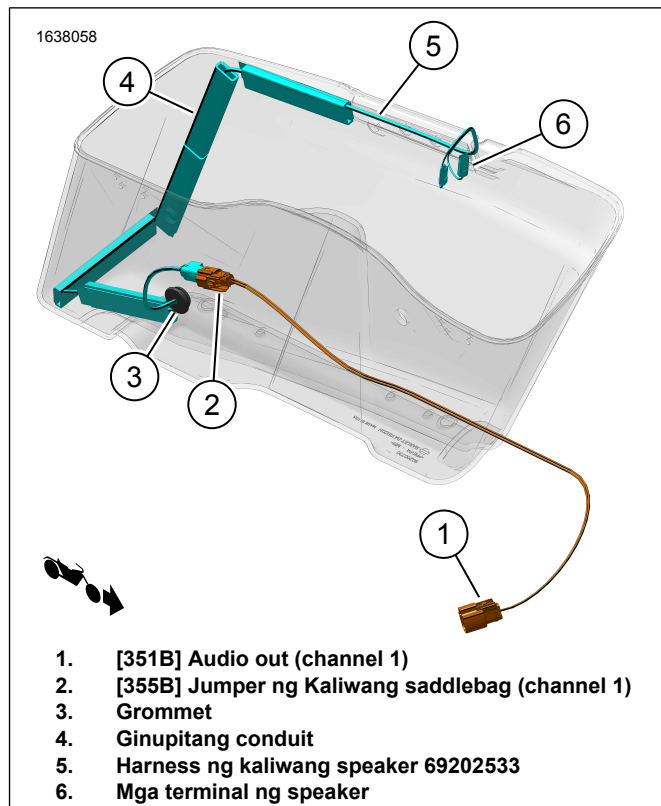
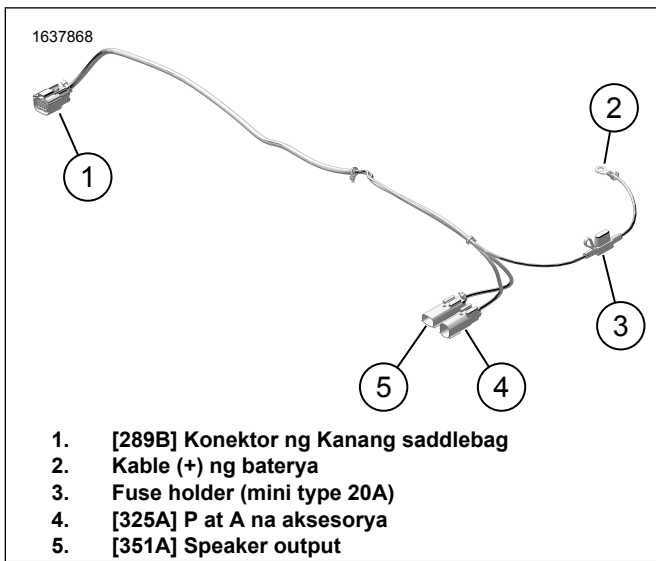
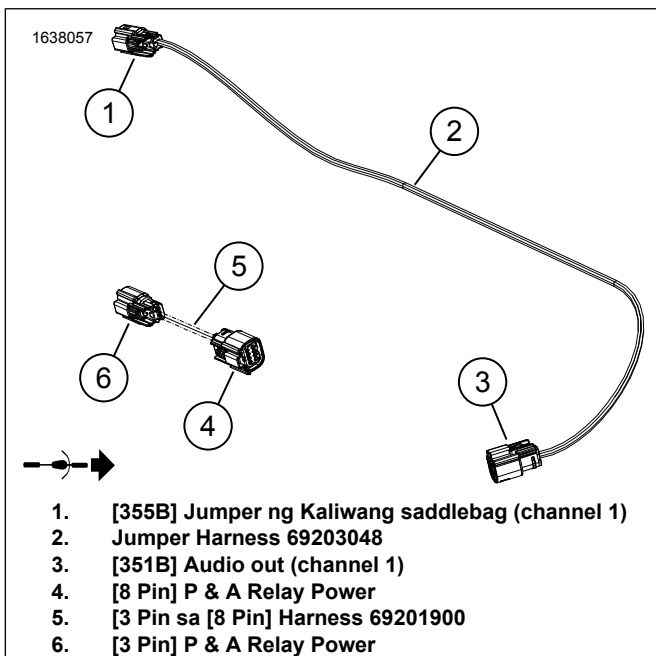

Figure 4. Mga Pagruruta ng Harness ng Kaliwang Saddlebag
Figure 15. Panlabas na Harness 69202870
Figure 16. Mga Jumper Harness
12. Figure 4 Ikabit ang harness ng kaliwang speaker.
- b. Figure 4 Iruta ang wire harness (5) tulad ng ipinapakita.
1. Figure 15 Ikonekta ang kable (+) ng baterya (2) sa terminal ng (+) baterya. Tingnan ang manwal ng serbisyo.
- a. Figure 15 Iruta ang [325A] (4) sa kaliwang panig ng frame ng sasakyan.
- b. Figure 16 Ikonekta ang [3-Pin] (6) ng jumper harness (5) sa [325A] (4) ng panlabas na harness 69202870. Figure 15
- a. Iruta ang [325A] (4) sa kanang panig ng frame ng sasakyan.
- b. Figure 15 Ikonekta ang [325A] sa P at A na konektor ng sasakyan [325B]. Matatagpuan sa ilalim na bahagi ng kanang takip sa gilid.
4. Figure 15 Iruta ang sanga [289B] (1) ng panlabas na harness sa kahabaan ng frame at fender strut support. Gamit ang mga strap ng kable, maluwag na ikabit ang harness sa mga anchor point. Huwag higpitan ang cable straps.
8. Figure 16 Iruta at ikabit ang jumper harness 69203048 (2).
- a. Figure 16 Ikonekta ang [355B] (1) ng jumper harness (2) sa harness ng kaliwang saddlebag na speaker (5). Figure 4
- c. Figure 16 Iruta ang [351B] (3) sa jumper harness 69203048 (2) patungo sa [351A] (5) sa panlabas na harness 69202870. Figure 15
10. Figure 1 Ikabit ang 20 amp na fuse (18) sa panlabas na harness ng fuse holder (3). Figure 15
- a. Ikonekta ang [360LA] sa Kaliwa (L).
- b. Ikonekta ang [360RA] sa Kanang (R).
4. Figure 15 Ikonekta sa [351A] (5).